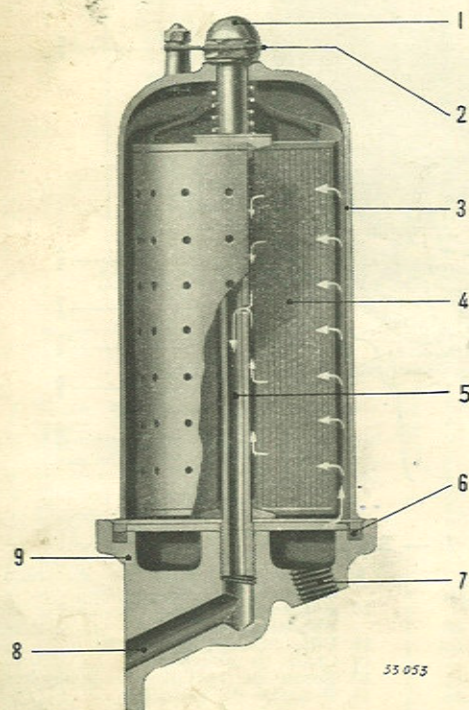

Fig. 3. — Filtre à huile.
Filtre à huile (fig. 3). — Toutes les 200 heures, changer l'élément filtrant. Dévisser l'écrou central supérieur (1) après avoir ôté l'arrêt (2) ; sortir la cloche, retirer l'élément (4) et le remplacer par un nouveau.